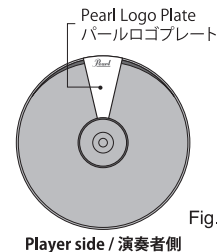

Fig.32
- For proper playing position, ensure the Pearl Logo Plate is positioned "away" from the player (Fig.32).
- パールロゴプレートを奏者と反対側になるようにセットしてください (Fig.32)。